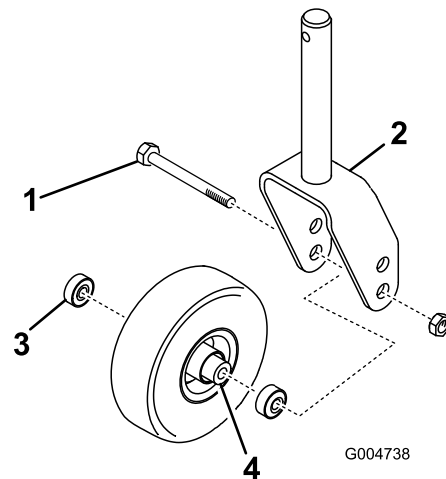
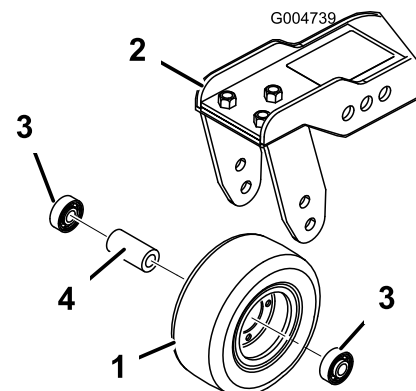

Figure 90
Figure 91
1. Retirez le contre-écrou du boulon qui fixe la roue pivotante entre la fourche (Figure 90) ou le bras de la roue pivotante (Figure 91).
2. Enlevez le roulement du moyeu de la roue et laissez tomber la douille d'écartement à l'extérieur (Figure 90 et Figure 91).